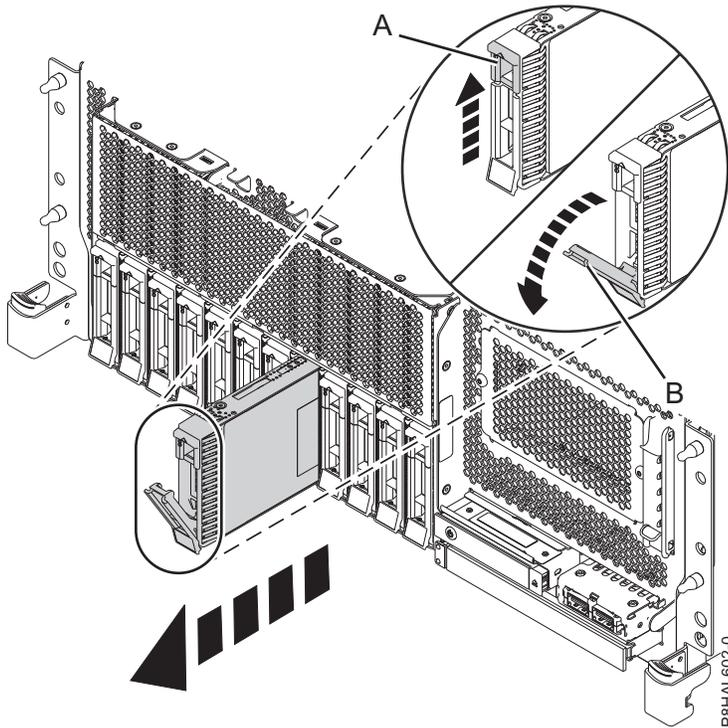

Abbildung 87. Plattenlaufwerk in einem Einschubsystem mit Basisfunktionen ausbauen
4. Wenn die Kennzeichnungs-LED leuchtet, ohne zu blinken, entriegeln Sie den Griff (**B**) des Laufwerks, indem Sie die Verriegelung (**A**) zusammendrücken und zu sich hin nach außen ziehen. Siehe Abb. 87 auf Seite 100, Abb. 88 auf Seite 100, Abb. 89 auf Seite 101 und Abb. 90 auf Seite 102. Wird der Griff nicht ganz nach außen gezogen, lässt sich das Solid-State-Laufwerk nicht aus dem System